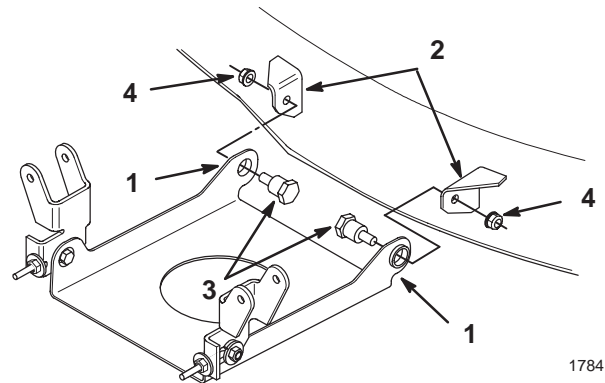

Bild 4
7. Positionieren Sie die Befestigungsplatte (die Laschen sollten nach oben zeigen) zwischen den Befestigungen vorne am Schneidwerk (Bild 4).
8. Setzen Sie die Ansatzschrauben durch die Befestigungsplatte in die Schneidwerkhalterungen ein. Befestigen Sie sie mit Sicherungsmuttern (Bild 4).